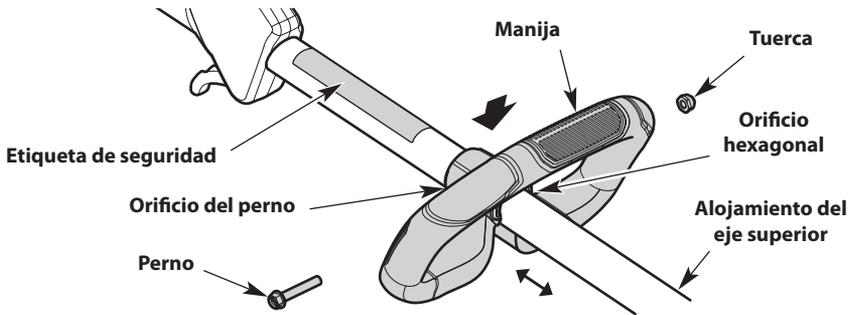

Fig. 9
1. Oprima la manija hacia abajo sobre el alojamiento del eje superior (Fig. 9). Asegúrese de que el orificio hexagonal mire hacia la izquierda (Fig. 9).
2. Inserte la tuerca en el orificio hexagonal (Fig. 9). Fije la tuerca en su lugar con un dedo.
3. Inserte el perno en el orificio del perno y oprímalo para que pase a través de él (Fig. 9). Ajuste el perno con un destornillador de cabeza plana, pero no lo ajuste completamente.
4. Mantenga la unidad en la posición de funcionamiento (Fig. 14). Mueva la manija hacia arriba o abajo del alojamiento del eje superior hasta que esté en una posición cómoda (Fig. 9). Compruebe que la manija esté ubicada más allá del extremo de la etiqueta de seguridad (Fig. 9).
1. Afloje el perno con un destornillador de cabeza plana (Fig. 9).
2. Mantenga la unidad en la posición de funcionamiento (Fig. 14). Mueva la manija hacia arriba o abajo del alojamiento del eje superior hasta que esté en una posición cómoda (Fig. 9). Compruebe que la manija esté ubicada más allá del extremo de la etiqueta de seguridad (Fig. 9).